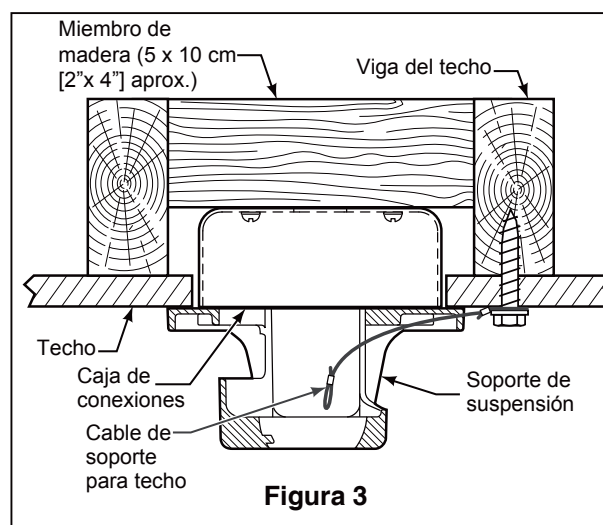

Figura 3
Uso del soporte (Figura 3)
3. Afloje los dos tornillos de fijación del soporte del barral de soporte para techo a través de la varilla. Introduzca los cables de color negro, blanco y azul cables y cable de seguridad a través de la varilla. (Figura 3)
1. Perfore un orificio de 1/4" en la estructura del edificio para evitar grietas con la instalación del tornillo de intervalo. Utilice el tornillo de intervalo de 3/8"x 2" y la arandela plana para fijar el cable de seguridad a la viga del techo o a la estructura de madera. Dicho tornillo pasará a través de arandela plana, la presilla del cable de seguridad y se fijará en la estructura del edificio. (Figura 3)
NOTA: el cable de soporte para techo no se puede asegurar solamente a la caja de conexiones; se debe asegurar directamente a la viga de techo o miembro estructural con el tornillo de cabeza cuadrada de 3/8"x2" y la arandela plana. (Figura 3)